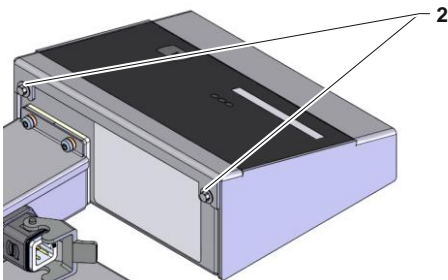

Fig. 2: Dos de l'unité d'analyse
- Desserrer les vis (marquage 2 → Fig. 2).